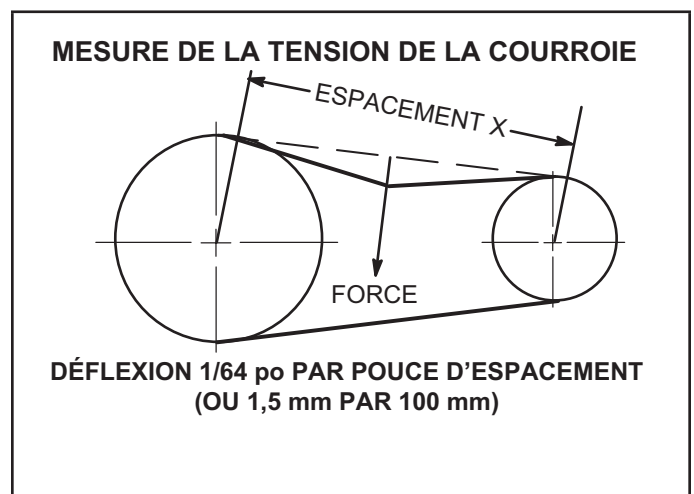

FIGURE 16
- 1 - Mesurez l'espacement X. Reportez-vous à la FIGURE 16.
- 2 - Appliquez une force perpendiculairement au centre de l'espacement (X) avec une pression suffisante pour faire fléchir la courroie de 1/64 po par pouce d'espacement (1,5 mm par 100 mm d'espacement).